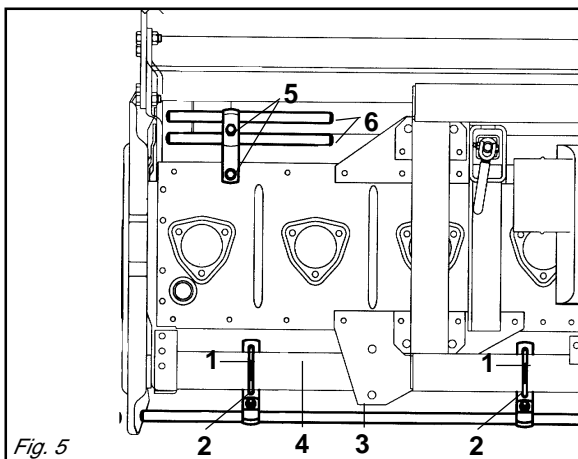

Fig. 5
- Mediante i cavallotti (1 Fig. 5) e i dadi (2 Fig. 5) montare la protezione anteriore (3 Fig. 5) sul tubo (4 Fig. 5), poi montare le protezioni posteriori (6 Fig. 5) mediante i dadi (5 Fig. 5).
- *Using the U-bolts (1 Fig. 5) and nuts (2 Fig. 5), mount the front guards (3 Fig. 5) on the tube (4 Fig. 5) and then mount the rear guards (6 Fig. 5) using the nuts (5 Fig. 5). Position them one on the right and one on the left, as far away from the side transmission units as possible.*
- Mit den Schraubstiften (1 Abb. 5) und den Muttern (2 Abb. 5) den vorderen Schutz (3 Abb. 5) auf das Rohr (4 Abb. 5) montieren. Dann mit den Muttern (5 Abb. 5) die hinteren Schutzteile (6 Abb. 5) montieren.
- *Montez la protection avant (3 Fig. 5) sur le tuyau (4 Fig. 5) au moyen des cavaliers (1 Fig. 5) et des écrous (2 Fig. 5); ensuite montez les protections arrière (6 Fig. 5) au moyen des écrous (5 Fig. 5).*
- Mediante pernos en U (1 Fig. 5) montar la protección anterior (3 Fig. 5) sobre el tubo (4 Fig. 5), luego montar las protecciones posteriores (6 Fig. 5) mediante las tuercas (5 Fig. 5).